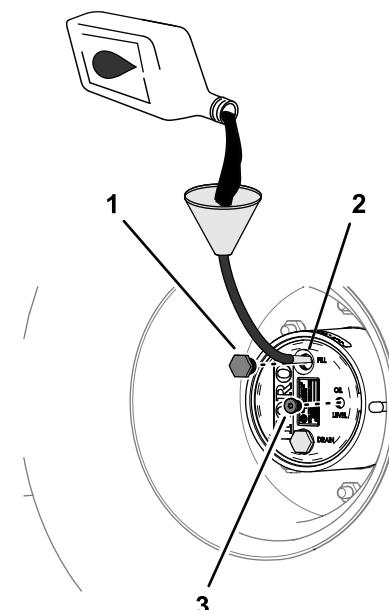

Рисунок 85
(Рисунок 85); см. раздел Характеристики масла в планетарной передаче (страница 74).
6. Поставьте пробку заливного отверстия и пробку контрольного отверстия на свои места (Рисунок 85).
- Через заливное отверстие медленно долейте трансмиссионное масло указанного типа; см. Рисунок 85 в разделе Проверка масла в планетарной передаче \(страница 74\).
- Установите на место пробку заливного отверстия и пробку контрольного отверстия, см. Рисунок 85 в разделе Проверка масла в планетарной передаче \(страница 74\).